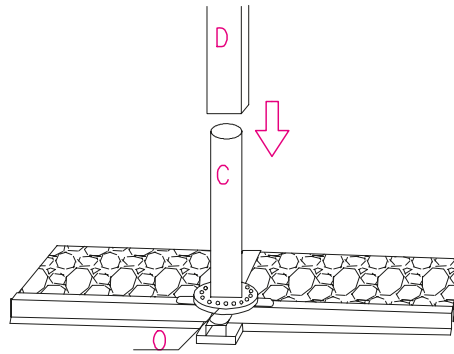

Fig. 3b
- (Abb. 3b) Das Standrohr (D) in Fußteil (C) des Ständers einstecken.
- (fig. 3b) introducir el tubo vertical (D) en el tubo de la base (C).